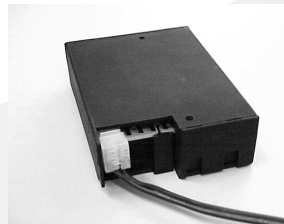

fig. 7
- Schliessen Sie die Kabel an die Konnektoren des Gasregelblocks an. Die Stecker haben verschiedene Masse und korrespondieren mit den Konnektoren des Gasregelblocks (fig. 7).